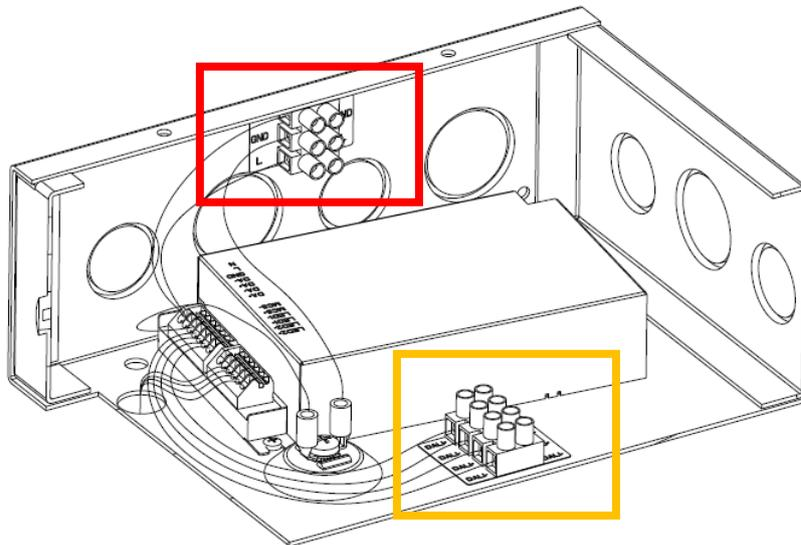
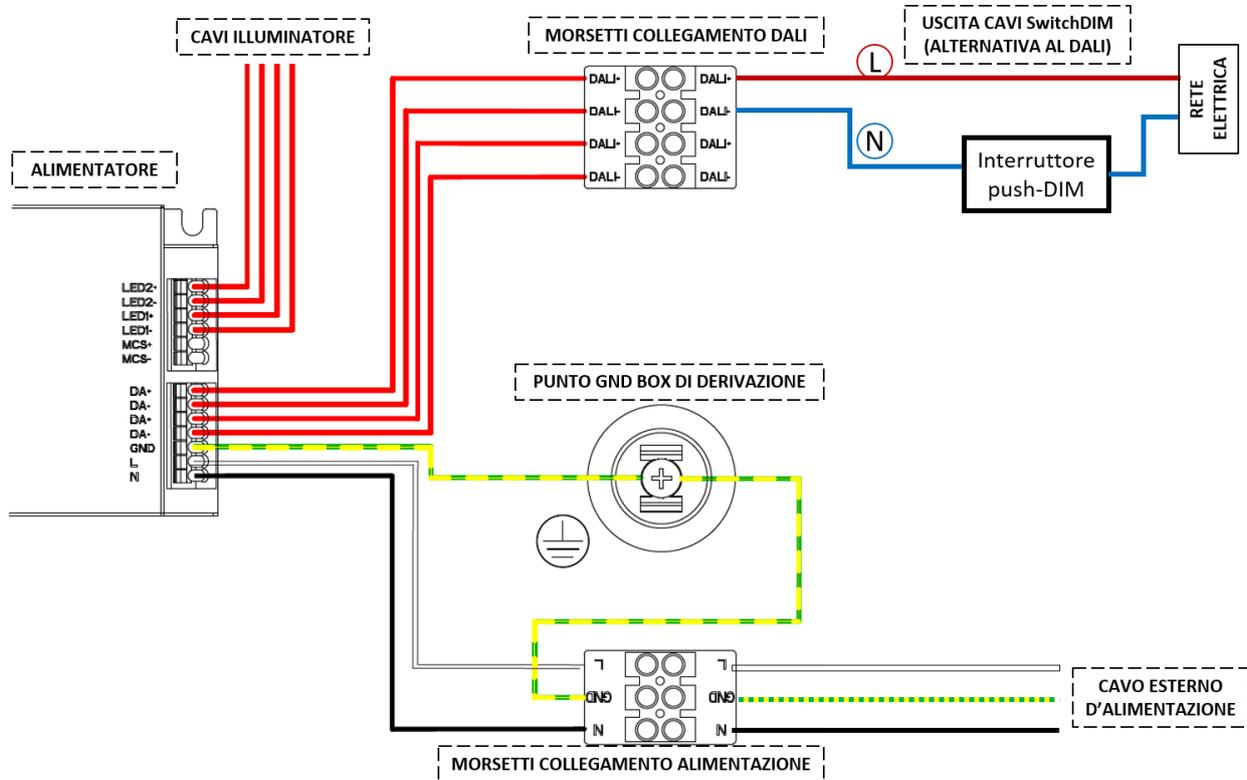

Fig. 17
Fig. 21 *Schéma des branchements électriques pour le câblage externe SwitchDIM.*
Pour le SwitchDIM (en alternative au DALI seulement dans le cas de l'installation d'un seul système), il est possible d'utiliser deux portes DA+ e DA- (depuis la plaque à bornes indiquée par le rectangle orange sur la Figure 17) pour relier deux autres lignes respectivement phase (L) et neutre (N) et ajouter en série, à l'une des deux lignes, un interrupteur switch permettant la fonction ON/OFF et la variation de l'intensité lumineuse (Figure 21).